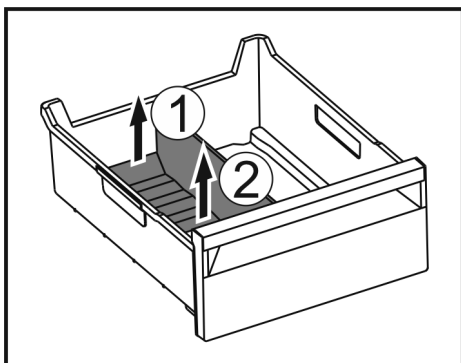

Fig. 126
- Приподнимите заднюю часть разделителя отделения для льда. Fig. 126 (1)
- Извлеките разделитель отделения для льда движением вверх. Fig. 126 (2)